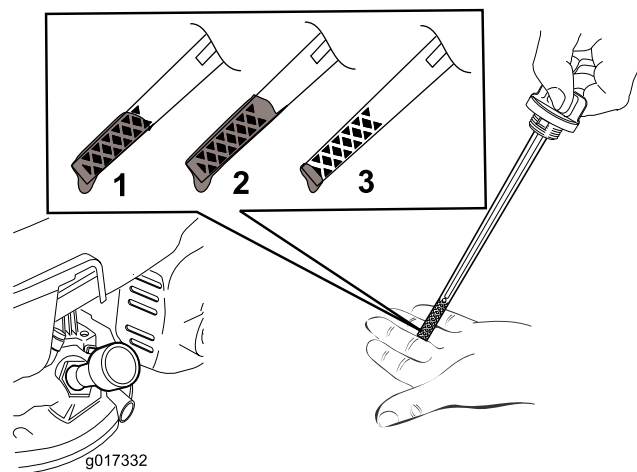

Figura 38
3. Verifique o nível de óleo na vareta (Figura 38).